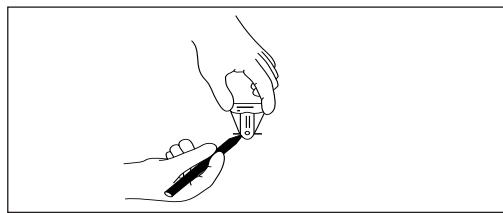

FIGURA 9
- Para determinar la posición exacta del MAGNA-SITE™, gire el MAGNA-FINDER™ 90° y una vez más, desplace lentamente el MAGNA-FINDER™ hacia delante y hacia atrás. Cuando el localizador magnético esté de nuevo perpendicular, haga otras dos marcas como se muestra en la Figura 9.